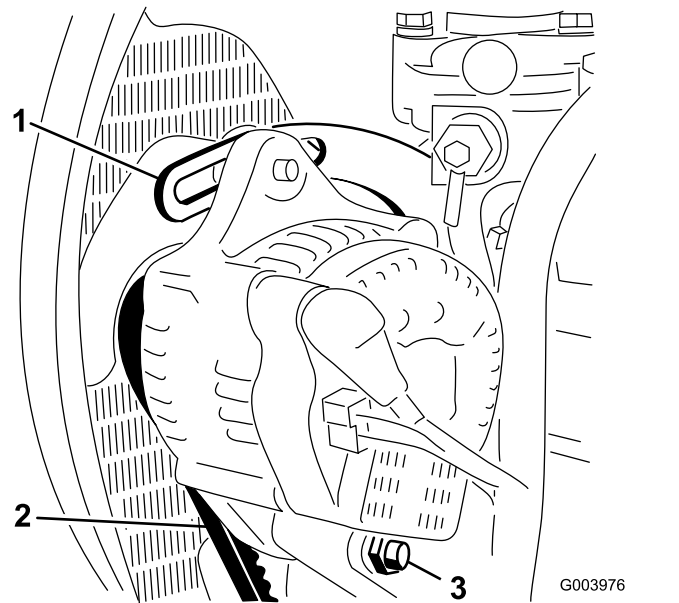

Figura 110
3. Compruebe la tensión de la correa del alternador presionándola (Figura 110) en el punto intermedio entre las poleas del alternador y del cigüeñal con una fuerza de 10 kg (22 libras).
4. Afloje el perno que sujeta el alternador al tirante y el perno de pivote del alternador (Figura 110).